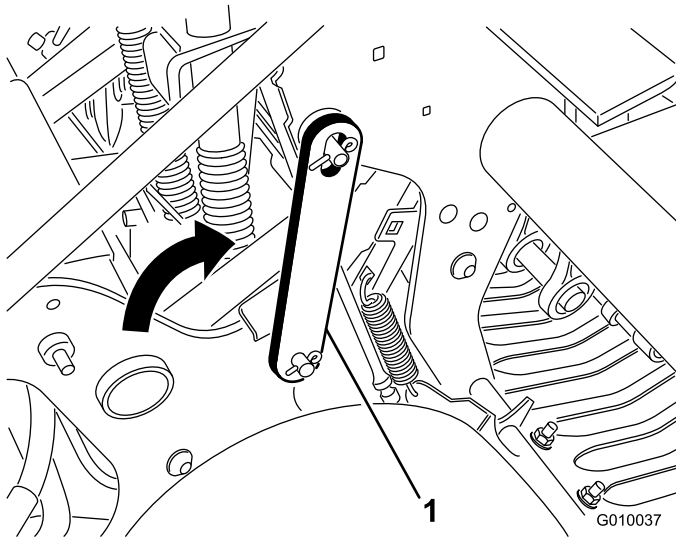

Bild 22
3. Drehen Sie den Wartungsriegel nach hinten und setzen Sie ihn in den Aerifizierkopfstift ein (Bild 22). Befestigen Sie ihn mit dem Clipping.